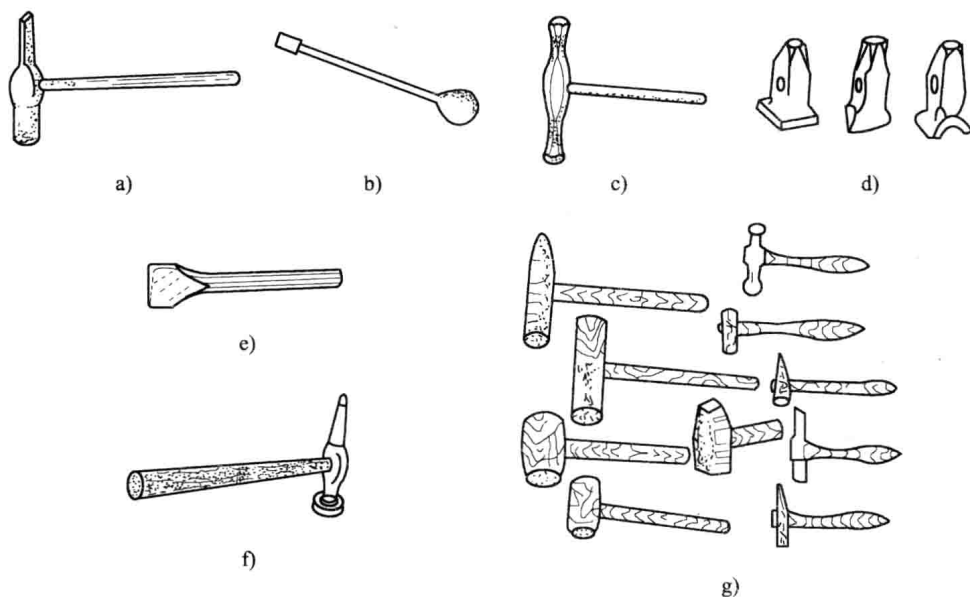

图 1—7 锤子
(3) 拱锤 主要用于圆弧形工件的整形和制作，如整修或配制小型车的轴端盖等，如图 1—7c 所示。
(4) 中间锤 为了使工件避免直接锤击而使用中间锤，如图 1—7d 所示。
(5) 平头整形锤 主要用于修整箱形角等部位，如图 1—7e 所示。